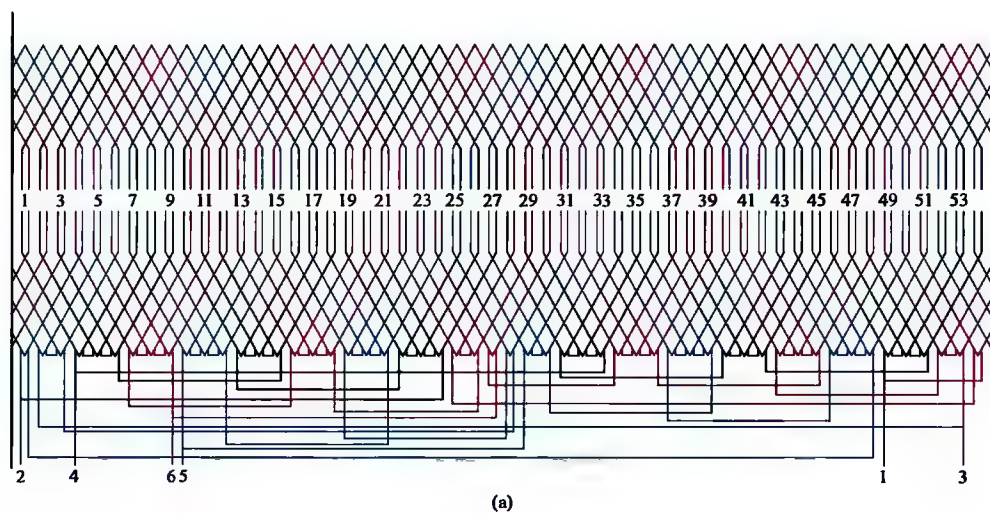

图 2-26 54 槽 8/6 极、 $\Delta/2Y$ 接法绕组 (一)
26. 54 槽 8/6 极、 $\Delta/2Y$ 接法绕组展开图、接线圆图与接线简图（见图 2-26）